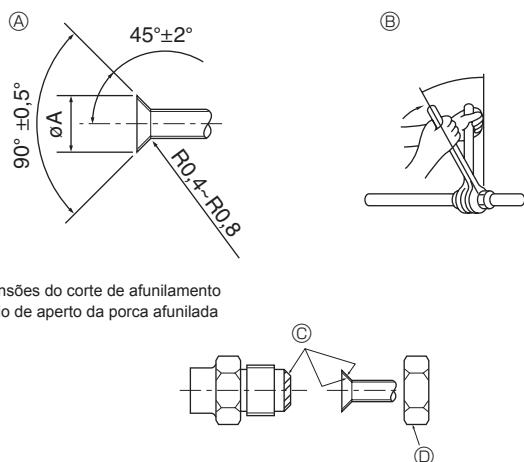

Fig. 4-1
- Aplique uma fina camada de óleo refrigerante ao tubo e à superfície de costura da junta antes de apertar a porca do tubo. ④ (Fig. 4-1)
- Aperte os tubos de ligação com duas chaves. ⑤ (Fig. 4-1)
- Aplique óleo de máquina refrigerante em toda a superfície de encaixe de afunilamento. ⑥ (Fig. 4-1)
- Utilize as porcas afuniladas para o tamanho de tubo que se segue. ⑦ (Fig. 4-1)
④ (Fig. 4-1)
⑤ (Fig. 4-1)